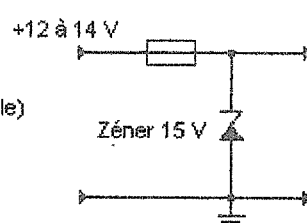

Fig. 7: Zéner "suicide".
- b) La solution musclée, mais efficace dans le cas d'une surtension, pour protéger un montage fragile, est l'**association fusible + diode zéner** > Fig. 7. On choisit une diode zéner de puissance suffisante, et de tension légèrement supérieure à la valeur de la tension d'alimentation appliquée au montage. Disposée en diode idiote, tant que la tension n'approche pas sa tension de zéner, elle ne va jouer aucun rôle. Si la tension atteint sa tension de zéner, elle va partir en avalanche, puis en court-circuit car rien ne limite son courant. Le fusible se coupe et le montage est protégé, avant que la surtension ne l'ait atteint. Seul inconvénient : il faut, après avoir éliminé la source du problème, changer la diode, si on veut garder au montage son efficacité.